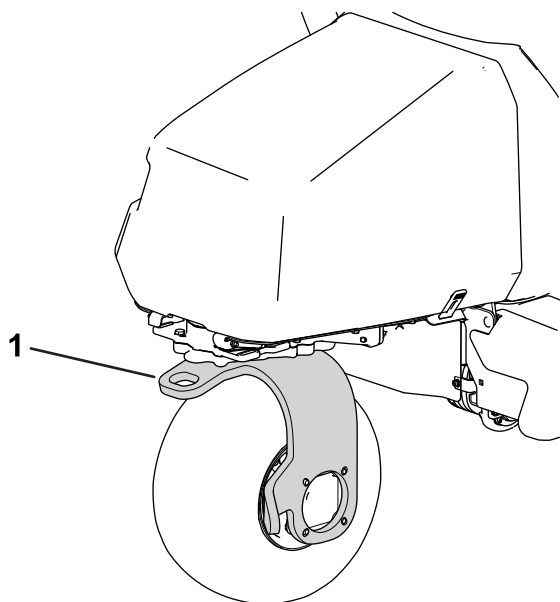

図 41
13. マシンの後キャストフォークに牽引ロープを取り付けて牽引する図 41。